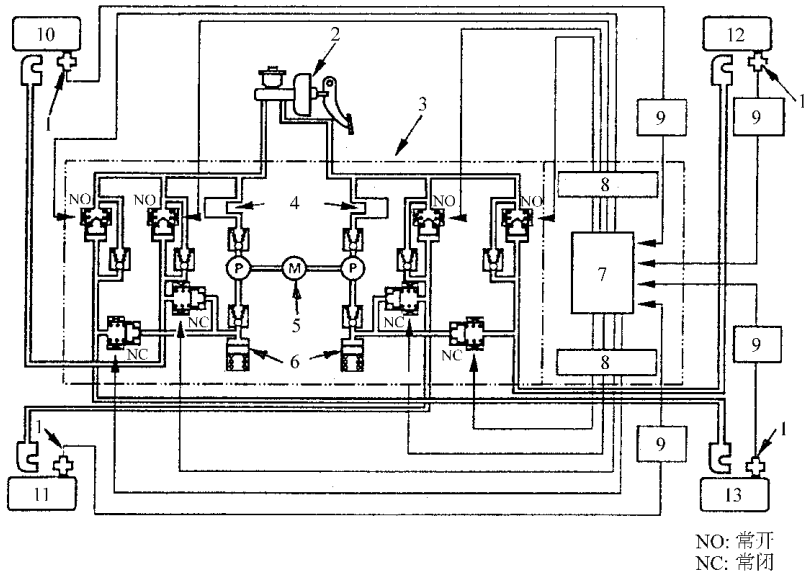

图 8-62 防抱死制动系统工作原理图
2) 防抱死制动系统工作原理与组件功能：防抱死制动系统工作原理见图 8-62 所示。防抱死制动系统的组件功能见表 8-6。